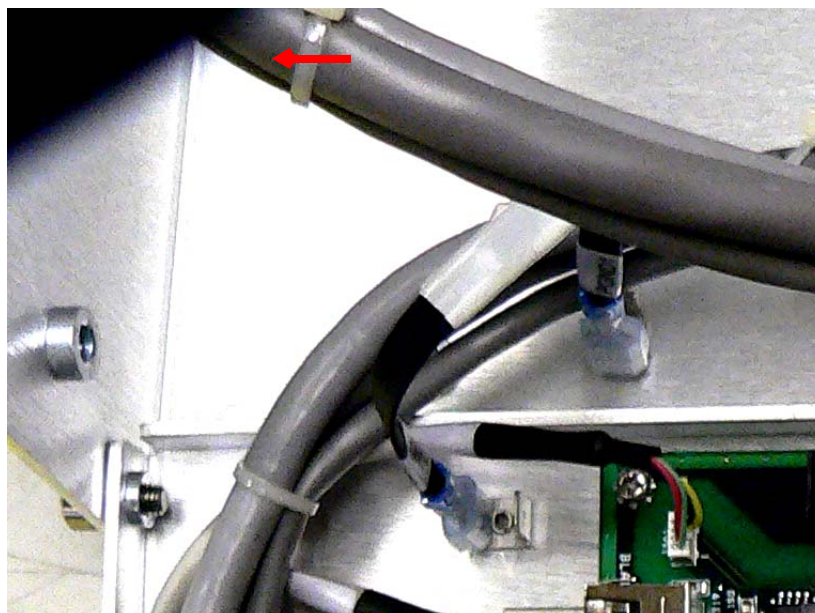

图 B-29 主板的连接
6. 在 J306 处，从主板拆下黑色接头 (2140-301) (图 B-29)。
9. 在 J306 处，将黑色接头 (2140-301) 重新接到主板上 (第 B-20 “页图 B-29”)。